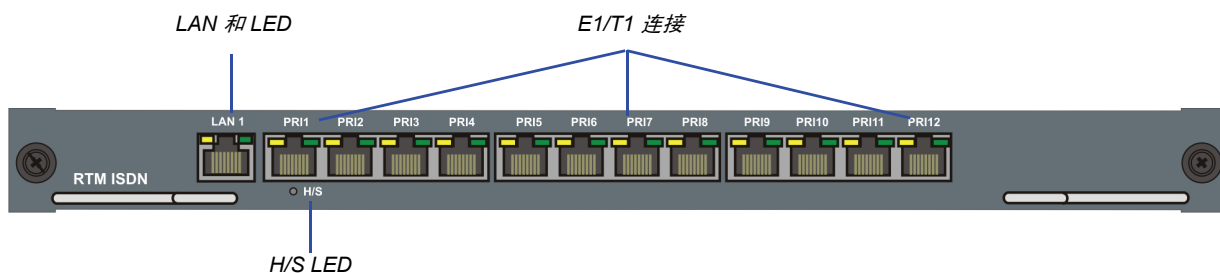

图 1-3 RMX 2000 RTM IP 后面板布局
- 可以将 7 根 E1 或 9 根 T1 PRI 电缆插入下图中所示的图 1-3 12 个接口中的任意接口。